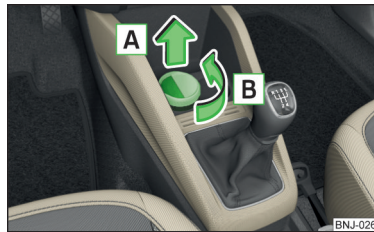

Abb. 72
- Den Aschenbecher in Pfeilrichtung **[A]** herausnehmen » Abb. 72.